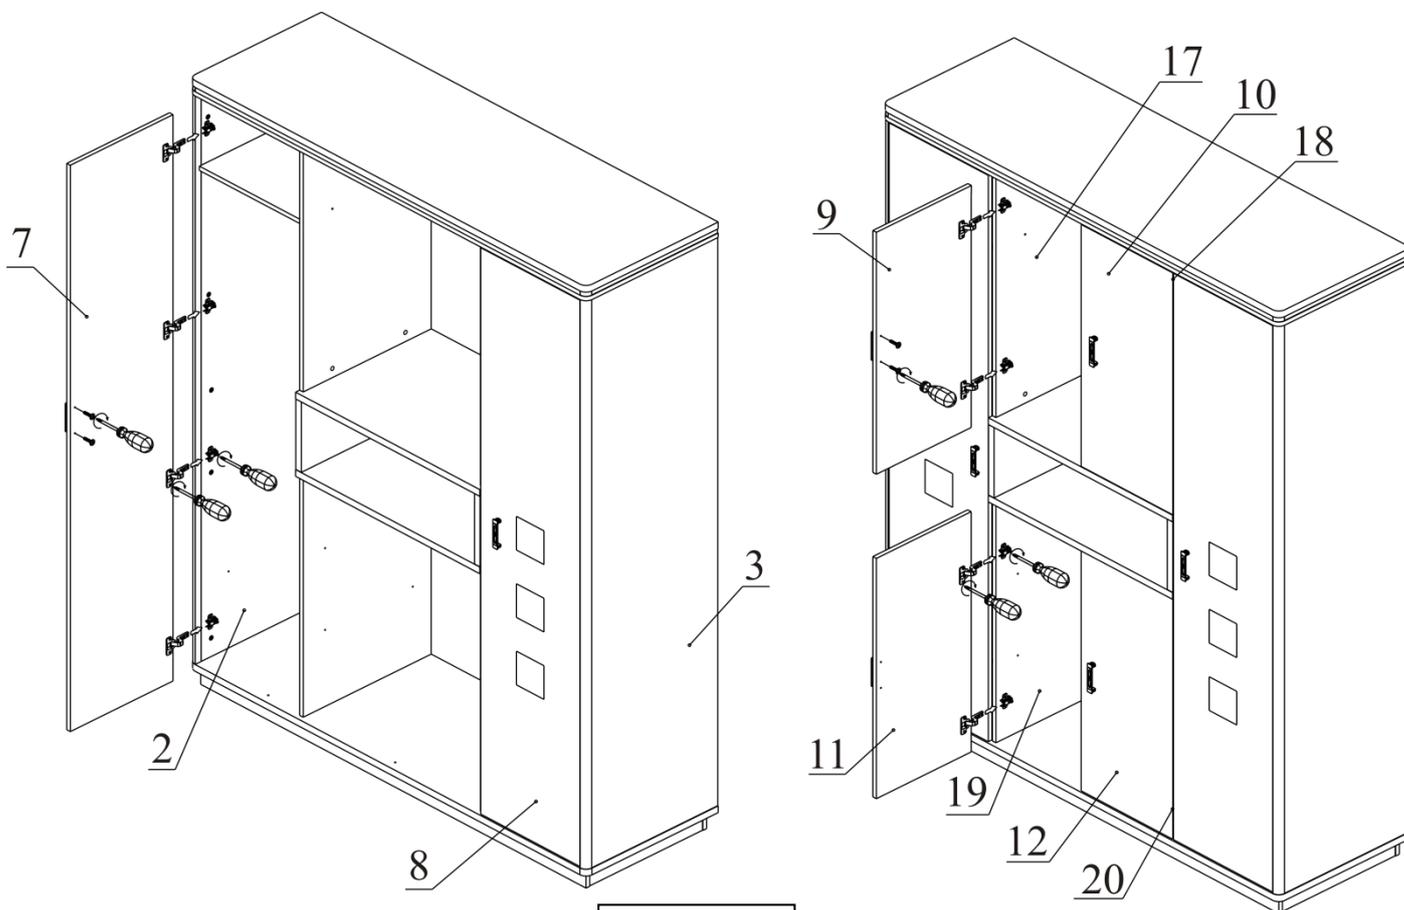

Рисунок 12
14. Используя шурупы 3,5x16 потай закрепите чашки вкладных петель в отверстия деталей (поз. 7, 8,) и чашки накладных петель в отверстия деталей (поз. 9, 10, 11, 12,). Используя винты М4x20 прикрепите ручки к деталям (поз. 7, 8, 9, 10, 11, 12). См. рисунок 12.
См. рисунок 12, 13.